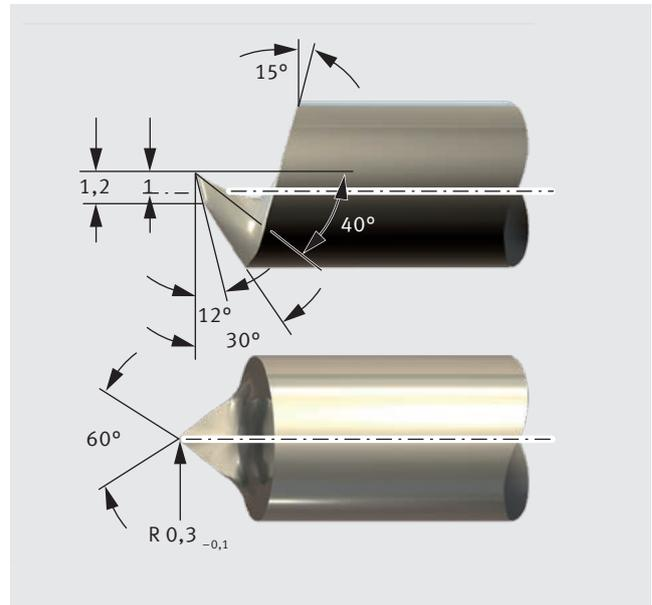

Fig. 67: Utensile da taglio per Permaglidle® P22 e P202
- utensili in carburo metallico (fig. 67)